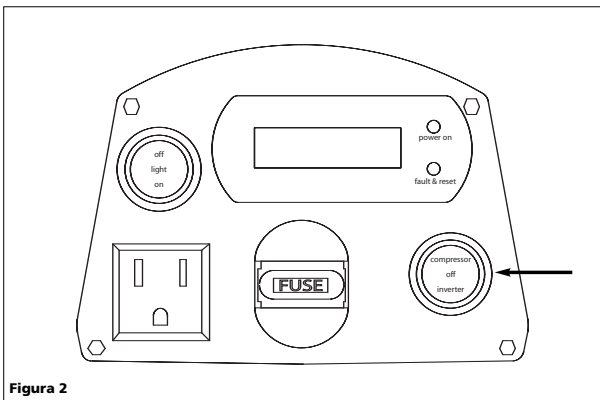

Figura 2
- Coloque el interruptor del compresor (COMPRESSOR) en la posición de encendido (vea la figura 2).